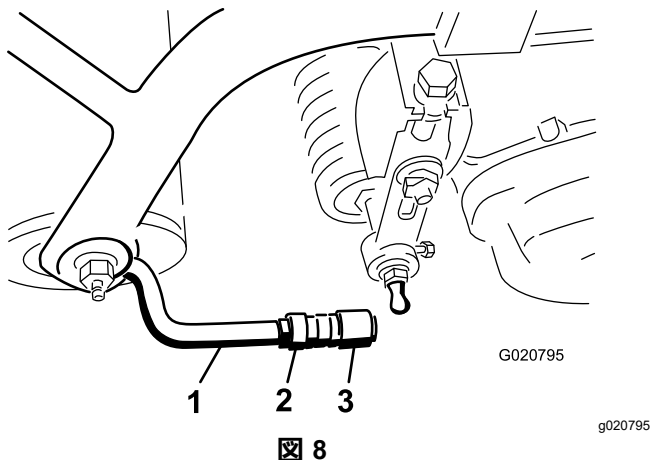

図 8
- 5. ソケットの口をボールスタッドに向けてソケットをボールジョイントに嵌め、ジャムナットを締めて固定する 図 8。